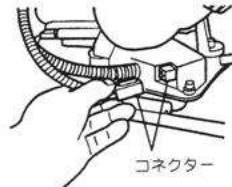

図10
③ストップコード先端のコネクターをエンジン側コネクターにさして接続します。(図10)